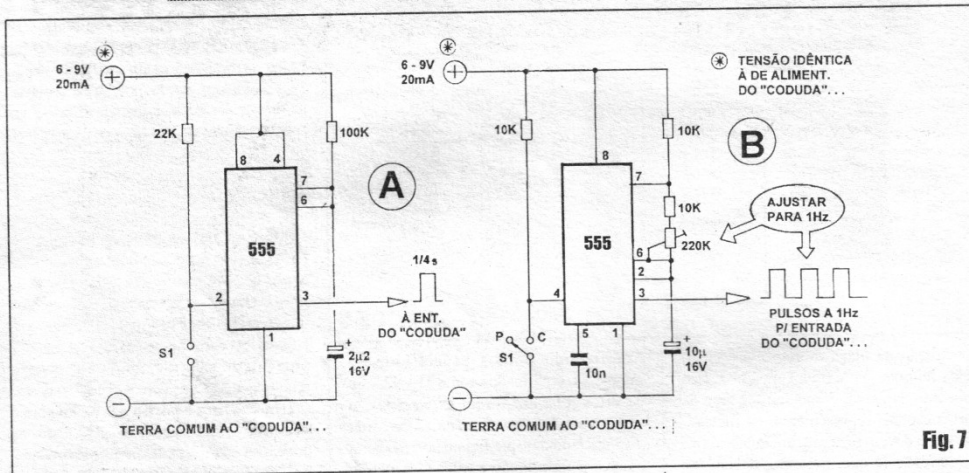

Fig. 7
- FIG. 7 - CRIANDO (FACILMENTE...) PULSOS DE CONTROLE E CONTAGEM PARA O CODUDA... -
às necessidades gerais de tensão e de corrente: qualquer circuito ou módulo eletro/eletrônico de apoio ou de geração de pulsos/comandos para o **CODUDA** deve ser alimentado por tensão *igual* à usada na energização do próprio contador, para que não haja conflitos de níveis digitais entre eles (que podem induzir a erros nas contagens e até a danos ao circuito do **CODUDA**...). Lembrar que essa *identidade de voltagens* é também bastante conveniente por permitir que os contadores e os ditos circuitos de apoio *compartilhem* a mesma fonte, proporcionando economia (em custos e em tamanho geral dos arranjos...). Nesse *compartilhamento* é também importante não esquecer de considerar os requisitos de corrente... No caso dos dois módulos de apoio da **FIG. 7**, eles *pedem* cerca de 20 mA *para si*... Tal parâmetro (se tudo for energizado por única fonte...) deve ser somado aos quesitos dos **CODUDAS**... Assim, se três **CODUDAS**, mais um circuitinho de geração de pulsos (como os ilustrados...) forem alimentados conjuntamente por uma fonte, esta deverá ser capaz de proporcionar (para boa *folga*...) cerca de 1 A. Finalizando, lembrar que é obviamente possível a alimentação individual para os **CODUDAS** e o eventual módulo eletro/eletrônico gerador dos pulsos (caso em que os requisitos de corrente ficarão por conta de cada um...), porém, além da necessária *identidade de tensões*, é preciso que *todos* os módulos envolvidos no arranjo mantenham um *terra comum*, ou seja: que as linhas dos *negativos* das alimentações sejam eletricamente interligadas, sem o que não haverá passagem dos pulsos entre os estágios...